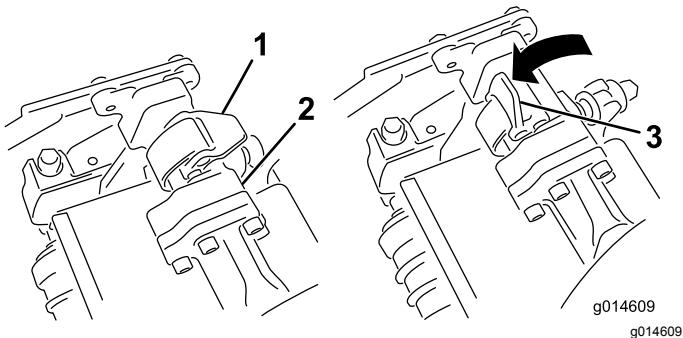

Bild 11
5. Die Riegel an der Aufhängearmstange müssen nach oben zeigen (d. h. offen) (Bild 11); drücken Sie den Aufhängearm dann so nach unten, dass die Stange über die Stange an der Oberseite des Mähwerks passt (Bild 12).
6. Drücken Sie die Riegel nach unten um die Schneideeinheitstange herum und arretieren sie (Bild 11).